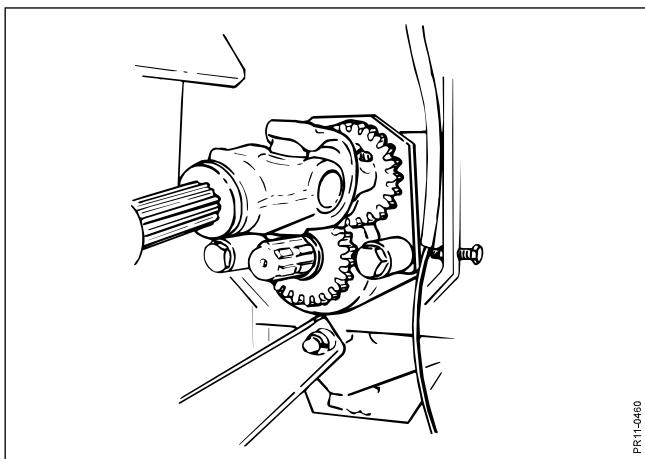

Fig. 4-17
**Fig. 4-17** 4. KO-akslen for rotoren monteres på den frie tap på rotorhuset. KO-akslen skal fastlåses på pos. 2, hvorved tandhjulene kommer i indgreb og rotoren vil køre med modsat omdrejningsretning.